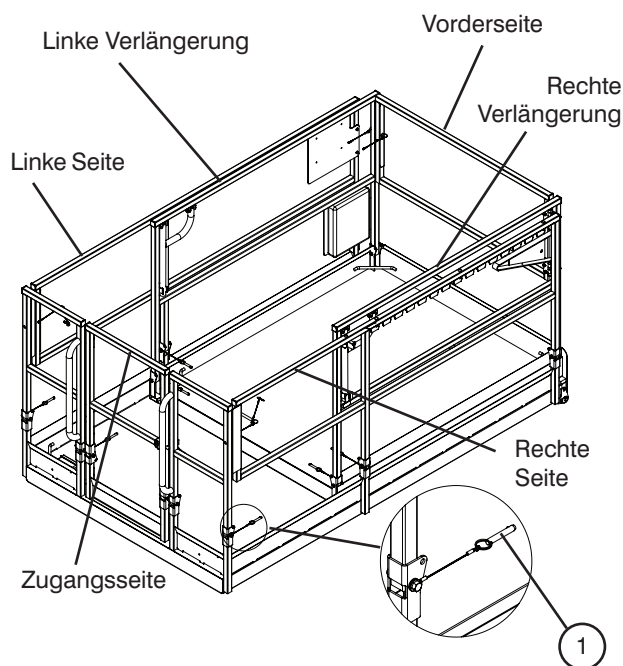

Abbildung 3-9a. Zusammenklappbares Schutzgelenk
9. Die Gelenke in folgender Reihenfolge zusammenklappen: Vorderseite, rechte Plattformverlängerung, linke Plattformverlängerung, rechte Seite, linke Seite und Zugangsseite (siehe Abbildung 3-9a).